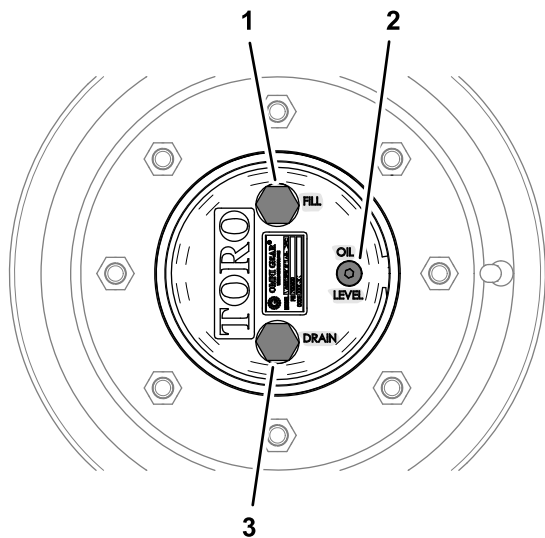

図 96
1. 水平な床面で、補給プラグが最高位置時計の 12 時の位置、点検プラグが 12 時、ドレンプラグが最低位置 6 時の位置にくるように駐車する 図 96。
1. 水平な床面で、補給プラグが最高位置時計の 12 時の位置、点検プラグが 12 時、ドレンプラグが最低位置 6 時の位置にくるように駐車する 図 96 プラネタリギアオイルの点検 (ページ 66) を参照。